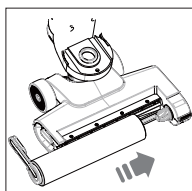

Fig. 15 – Insérer le rouleau en microfibres
- ▶ Placez le rouleau en microfibres en commençant par le côté droit sur le porte-rouleau. Tournez la languette de verrouillage de manière à ce qu'elle s'enclenche dans l'évidement du pied de nettoyage (**voir Fig. 15**).